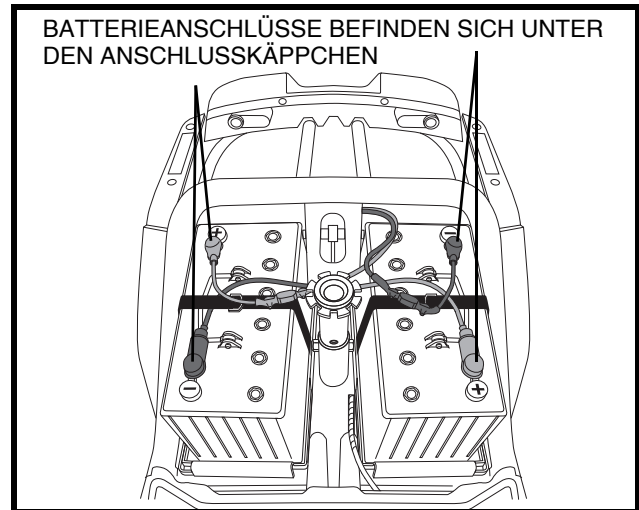

Abb. 14. Batterie Ausbau/Einbau
- Legen Sie neue Batterien ein. Jeder Anschluss sollte vom Sitzpfosten wegschauen. **Siehe Abb. 14.**